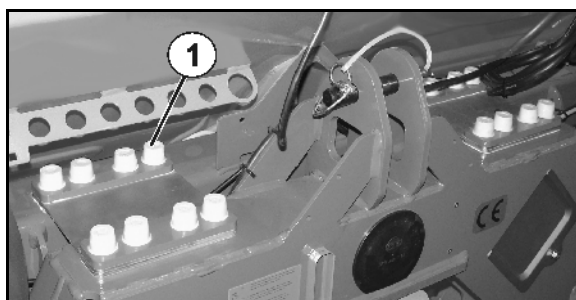

Fig. 54
- 2 x 8 šroubů listových pružin (Fig. 54/1)